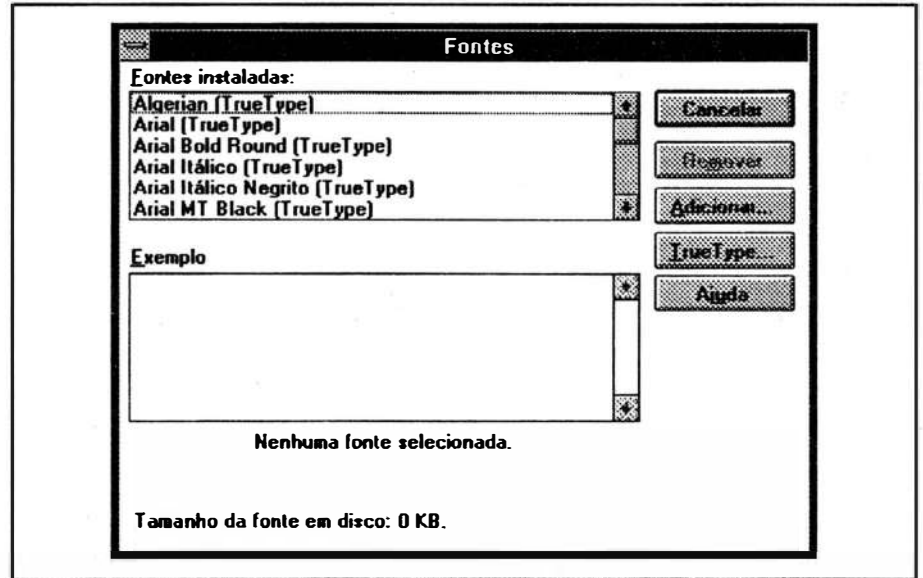

FIG. 5 - Janela para instalação de fontes, no PAINEL DE CONTROLE do grupo PRINCIPAL do GERENCIADOR DE PROGRAMAS do WINDOWS.
- Acionar o botão **ADICIONAR** (fig. 5).